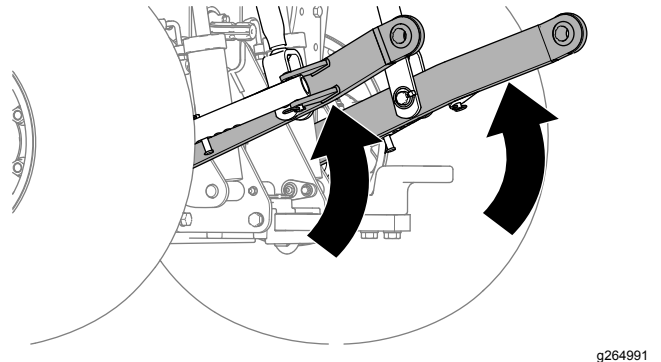

Figura 11
4. Eleve del todo los brazos de enganche inferiores del enganche de 3 puntos (Figura 11).